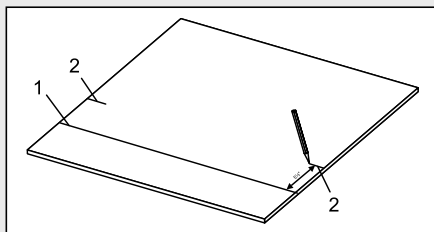

Fig. 26
2. Marquez le trait de coupe (1) sur la pièce à travailler (Fig. 26).
3. Marquez les repères d'alignement du rail de guidage (2) sur la pièce à travailler au niveau de chaque bordure, 5½ po à **gauche** du trait de coupe.